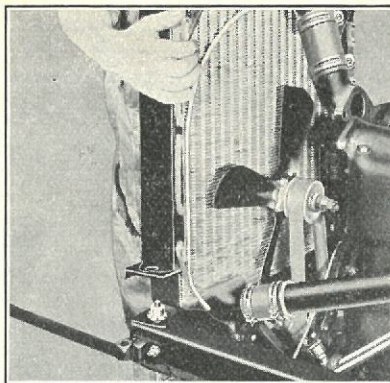

Fig. 21
- (e) Løft Køleren af med Fjedre og Underlagsskiver (se Fig. 21).